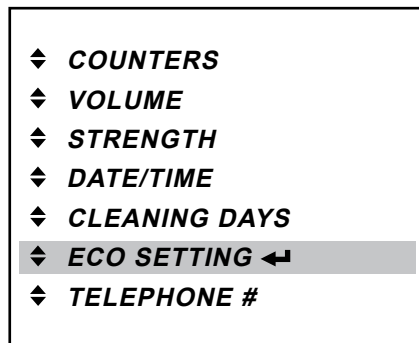

Рис. 43
- Нажать кнопку ввода ◀, чтобы вызвать меню «ECO SETTING» («НАСТРОЙКИ ECO») (Рис. 43).